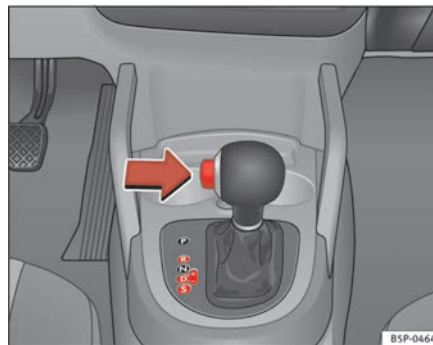

Abb. 142 Fahren
- Drücken Sie den Taster am Wählhebel (links am Wählhebel) ⇒ Abb. 142.